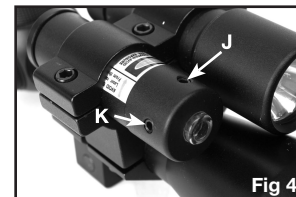

Fig 4
- J. Tornillo de elevación (Fig 4)
- K. Tornillo de resistencia aerodinámica (Fig 4)
- J. Vis de réglage de l'élévation (Fig 4)
- K. Vis de réglage de la dérive (Fig 4)